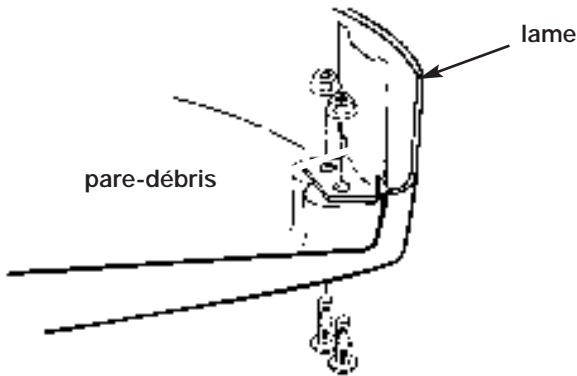

Fig. 28
1. Retirer la lame du pare-débris (Fig. 28).